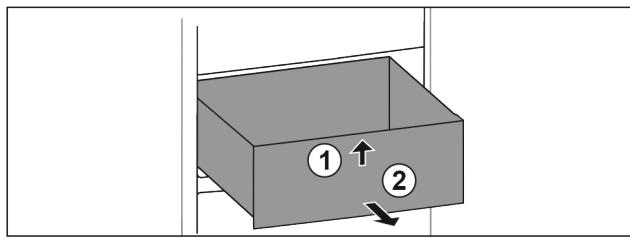

Fig. 17
- Levante el cajón Fig. 17 (1).
- Extráigalo hacia delante Fig. 17 (2).